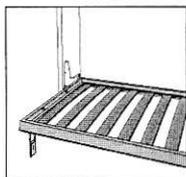

FIG.1
- **Sommier** réalisé avec un profil en tôle découpée au laser et pliée à la presse, avec des composants moulés sous pression et un sommier à lattes de bois (Fig. 1).